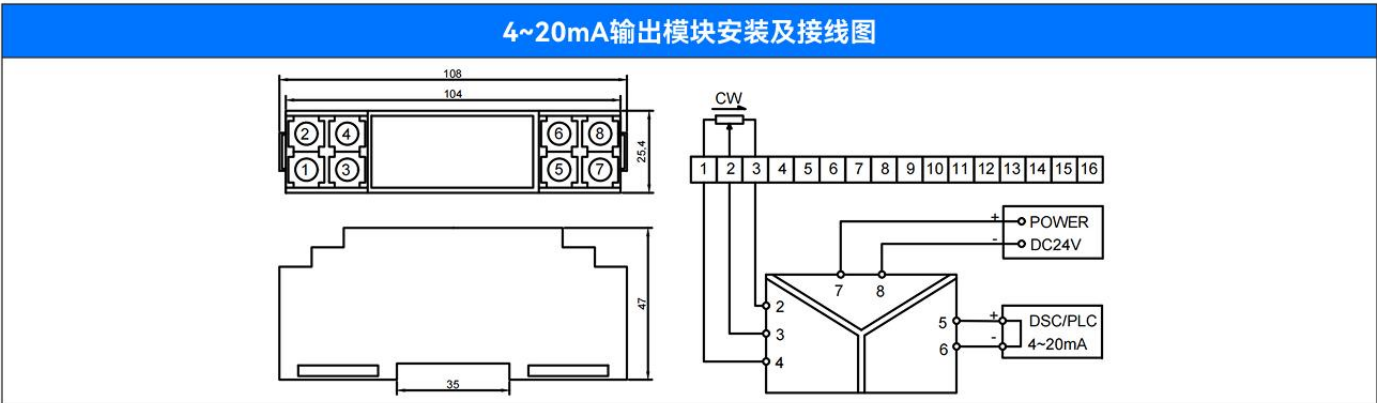

图2.5
4. 4~20mA输出信号：手轮的输出信号默认电位器输出，若输出4~20mA信号，需要安装额外的电路板，并在出厂前完成信号标定，一般情况下输出信号对应关系为，左35度对应4mA输出，刻度0对应12mA输出，右35度对应20mA输出。接线图如图2.5。